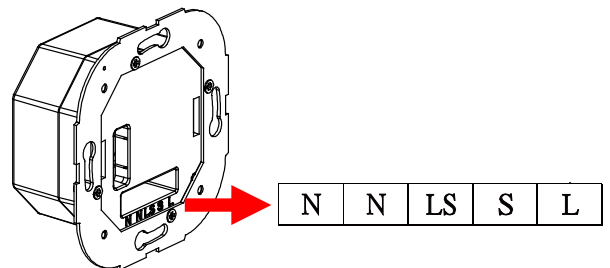

FIGURA 6
- (3) Na unidade fonte de alimentação pode encontrar os terminais numerados. (FIGURA 6)